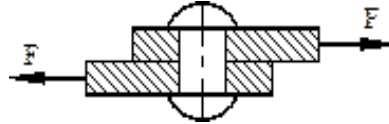

Рисунок 4
4. Определить необходимое количество заклепок диаметром 20 мм для соединения внахлестку двух листов толщиной 8 мм и 10 мм (рис.4). Сила  $F$ , растягивающая соединение, равна 200 кН. Допускаемые напряжения: на срез  $[\tau] = 140$  МПа, на смятие  $[\sigma_c] = 320$  МПа.